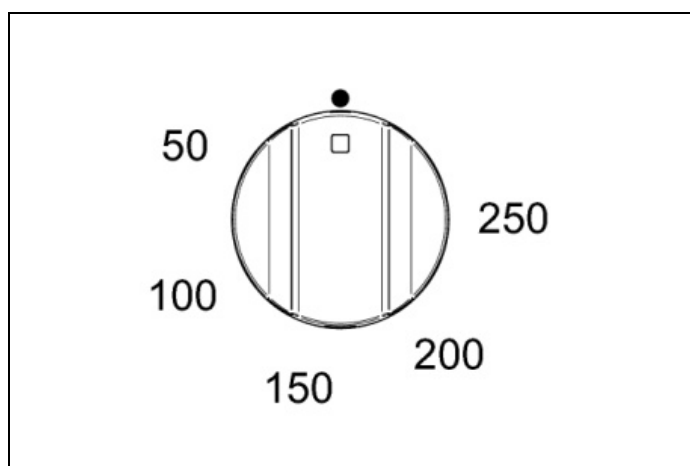
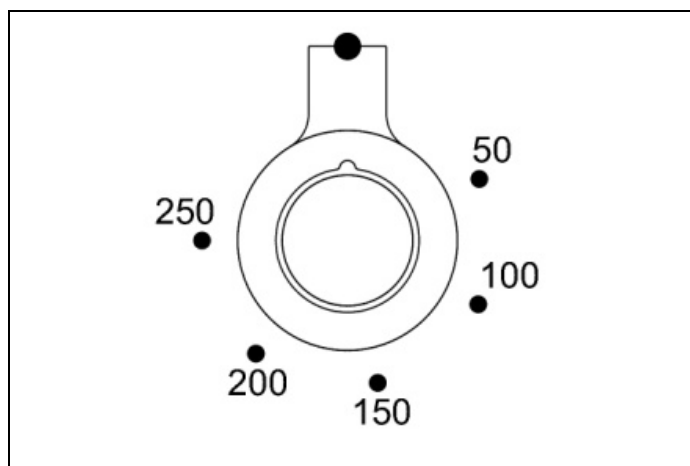
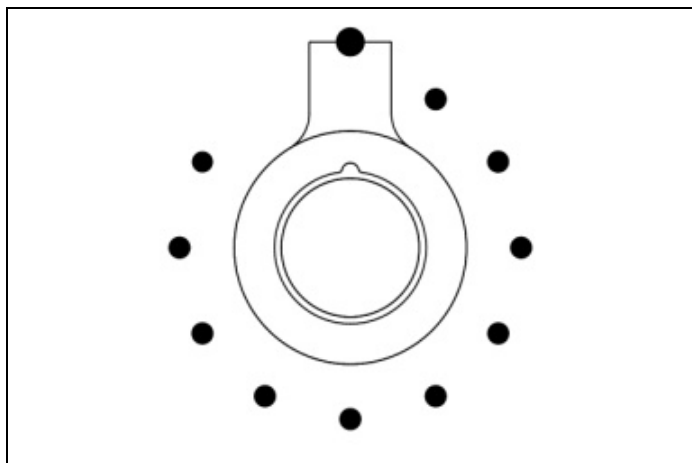

Fig. 27
Fig. 28
Fig. 29
- 2) Tourner le bouton de la température (Fig. 27 - Fig. 28 et Fig. 29 uniquement pour le modèle PRO T) dans le sens des aiguilles d'une montre pour sélectionner la température souhaitée. Le voyant orange s'éteint dès que le four atteint la température choisie et il est prêt. Il est normal que ce voyant s'éteigne et s'allume pendant la cuisson afin que les éléments maintiennent une température constante (le fonctionnement du four est indiqué sur l'afficheur du programmeur uniquement pour la version PRO T).